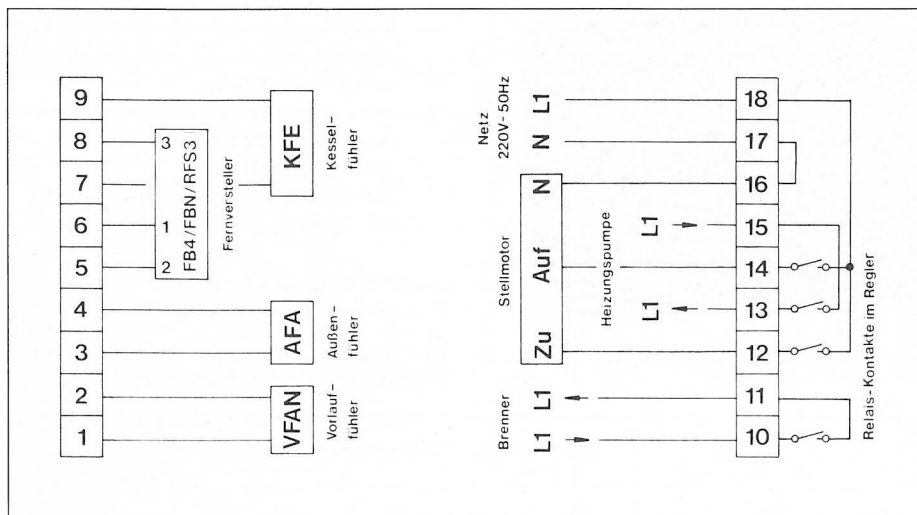

Bild 5 Anschlußschema zu 2.1.2, 2.1.3 und 2.2.1
2.1.2 Witterungsabhängige Vorlauftemperaturregelung mit Fernbedienung FB4 (Bild 5)
2.1.3 Witterungsabhängige Vorlauftemperaturregelung mit Fernbedienung FBN zur raumgeführten Absenkung (Bild 5)
2.2.1 Raumtemperaturregelung mit Raumfühler RFS3 zur raumgeführten Absenkung und Erfassung der Außentemperatur durch den Außenfühler AFA (Bild 5)
Montage: Grundplatte nach Abziehen der Kappe an der vorgesehenen Montagestelle befestigen und nach Bild 5 bzw. 6 anschließen.